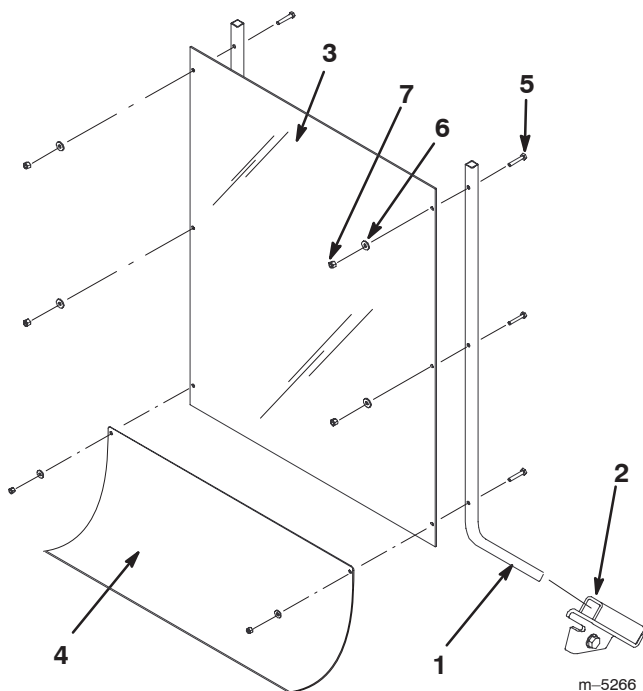

Bild 5
1. Schieben Sie die Scheibenträger in die Aufnahmeaschen in den Scheibenbügeln der Zugmaschine (Bild 5).
2. Montieren Sie die Scheibe und die flexible Schürze an den Scheibenträgern (siehe Bild 5), wobei Sie 6 Schrauben (1/4 x 1-1/2"), Scheiben und Sicherungsmuttern (1/4") verwenden.